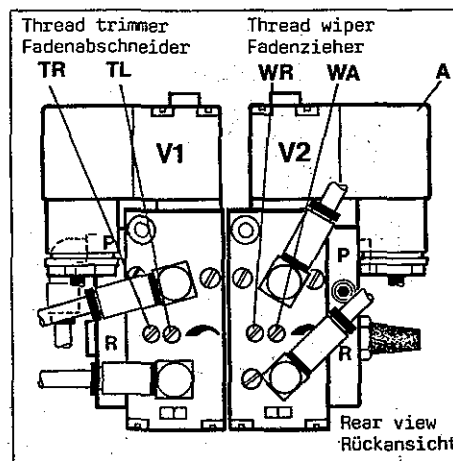
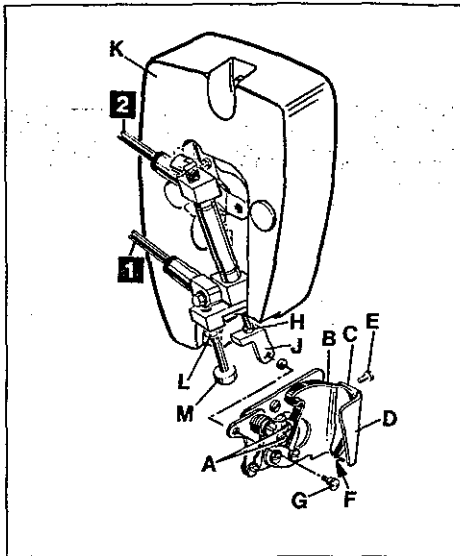
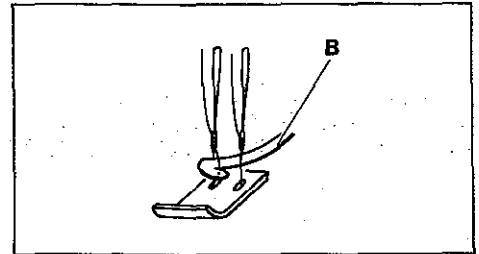
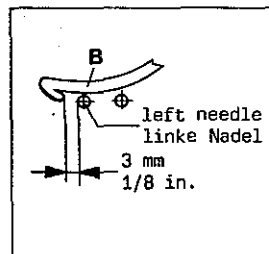

Fig. 51
Fig.52
Fig.54
Fig.55
6.1 Keep power and air supply of thread wiper disconnected by loosening the securing screw and pulling-out plug (A, Fig. 51) on valve (V2) and by disconnecting the PA-tubes (1 and 2, Fig. 52) on the air cylinder of the wiper.
When the hook (B, Fig. 54) returns from left to right it must catch the needle threads and draw them to leaf spring (C, Fig. 52) for clamping.
For adjustment loosen screws (A, Fig. 52), set as required and retighten screws.
6.2 The wiper hook (B, Fig. 52) and leaf spring (C) for clamping the needle threads should be approximately flush at point (F) when the hook (B) is in its right end position.
After loosening screw (E, Fig. 52) set the lower end of leaf spring flush to the lower edge of bracket (D) at point (F). Retighten screw (E).
For adjustment of hook (B, Fig. 52) loosen screw (G) and nut (H) and screw stop (J) in or out as required. Retighten nut (H) and reconnect wiper with screw (G).
6.1 Trennen Sie den Fadenzieher von der Strom- und Luftzufuhr durch Lösen der Sicherungsschraube und herausziehen des Steckers (A, Fig. 51) am Ventil (V2) und durch Lösen der PA-Schläuche (1 und 2, Fig. 52) am Luftzylinder des Fadenziehers.
Wenn der Haken (B, Fig. 54) von links nach rechts zurück schwenkt muß er die Nadelfäden mitnehmen und zum Festklemmen zur Blattfeder (C, Fig. 52) ziehen.
Zur Einstellung lösen Sie die Schrauben (A, Fig. 52), stellen entsprechend ein und ziehen die Schrauben wieder an.
6.2 Der Haken für Fadenzieher (B, Fig. 52) und die Blattfeder (C) zum Klemmen der Nadelfäden müssen in der rechten Endstellung des Hakens (B) im Punkt (F) in etwa bündig sein.
Stellen Sie nach Lösen der Schraube (E, Fig. 52) das untere Ende der Blattfeder (C) bündig zur unteren Kante des Halters (D) bei Punkt (F). Ziehen Sie die Schraube (E) wieder an.
Zur Einstellung des Hakens (B, Fig. 52) lösen Sie die Schraube (G) und die Mutter (H) und schrauben den Anschlag (J), nach Bedarf ein oder aus. Ziehen Sie die Mutter (H) wieder an und verbinden Sie den Fadenzieher wieder mit der Schraube (G).
6.2 Stop screw (M, Fig. 52) limits the motion of the wiper hook to the left. Loosen nut (L) and set the stop screw (M) so that stop (J) strikes against it when the wiper hook (Z, Fig. 55) is 3 mm (1/8 in.) left of the left needle. Retighten nut (L, Fig. 52).
HINT: For disassembling head cover (K, Fig. 52) remove screw (G), the two head cover fastening screws and disconnect PA-tubes (1 and 2).
The speed for the movement of the thread trimmer mechanism to the left for cutting is regulated with screw (TL, Fig. 51) and the speed for the movement to the right in home position is regulated with screw (TR) on valve (V1).
The speed for the movement of the wiper hook to the left is regulated with screw (WL, Fig. 51) and the movement to the right in home position is regulated with screw (WR) on valve (V2).
6.2 Die Anschlagsschraube (M, Fig. 52) begrenzt den Weg des Hakens für Fadenzieher nach links. Lösen Sie die Mutter (L) und stellen Sie die Anschlagsschraube (M) so, daß der Anschlag (J) an ihr anschlägt, wenn der Haken für Fadenzieher (B, Fig. 55) 3 mm links der linken Nadel steht. Ziehen Sie die Mutter (L, Fig. 52) wieder an.
HINWEIS: Entfernen Sie zum Abnehmen des Kopfdeckels (K, Fig. 52), die Schraube (G) sowie die beiden Kopfdeckel-Befestigungsschrauben und lösen Sie die PA-Schläuche (1 und 2).
Die Geschwindigkeit für die Bewegung des Fadenabschneidermechanismus nach links zum Schneiden wird mit der Schraube (TL, Fig. 51) und für die Bewegung nach rechts in die Ruhestellung mit der Schraube (TR) am Ventil (V1) reguliert.
Die Geschwindigkeit für die Bewegung des Hakens für Fadenzieher nach links wird mit der Schraube (WL, Fig. 51) und für die Bewegung nach rechts in die Ruhestellung mit der Schraube (WR) am Ventil (V2) reguliert.